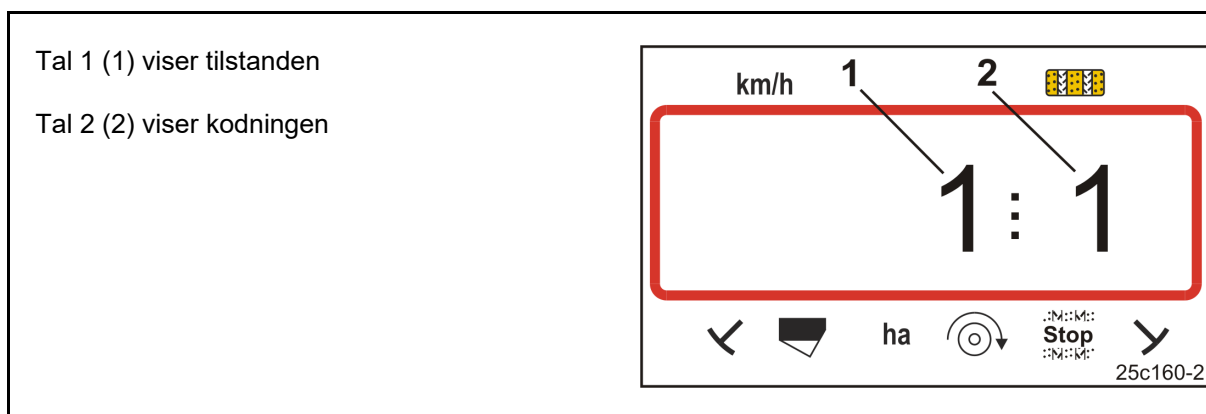

Fig. 20
Betjeningsterminalen kræver indtastning af maskindataene i kodet form (se Fig. 20).
2. Tryk på tasten , indtil den ønskede tilstand (Fig. 20/1) vises.